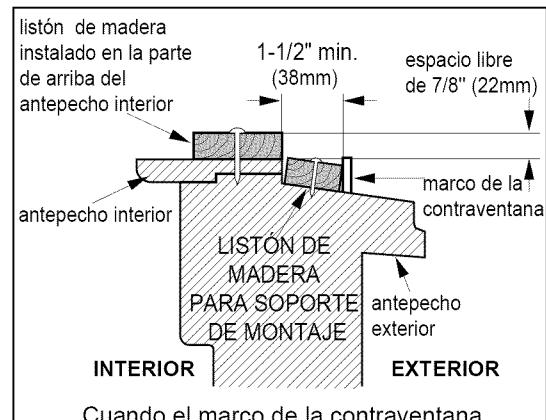

FIG. 14
- \* Si la contraventana impide el montaje atornille un listón de madera de 2" (51mm) a la ventana interior a lo largo de todo el antepecho. El listón de madera debería ser lo suficientemente grueso como para elevar la altura del antepecho de manera que la unidad se pueda instalar sin la interferencia del marco de la contraventana, ver FIG.14. La parte de arriba del listón debería medir 7/8" (22mm) más que el marco de la contraventana para permitir que la condensación de la lluvia desagüe de manera adecuada.
- \* Instale un segundo listón de madera (de aproximadamente 6" (152mm) de largo por 1-1/2" (38mm) de ancho y del mismo grosor que el primer listón) en el centro del antepecho exterior y alinéelo con la parte posterior del antepecho interior. Ver FIG.14.